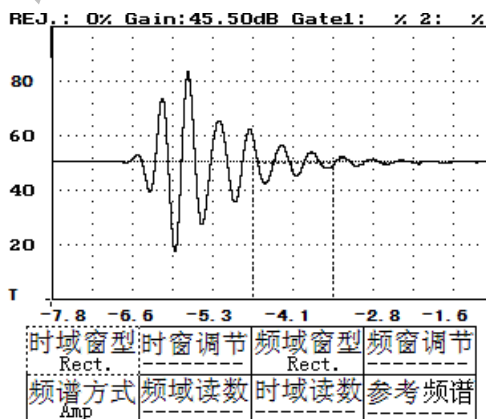

图 23-3
- 5、按进入键——进入频谱分析功能，此时屏幕显示频谱分析功能菜单，如图 23-3 所示。